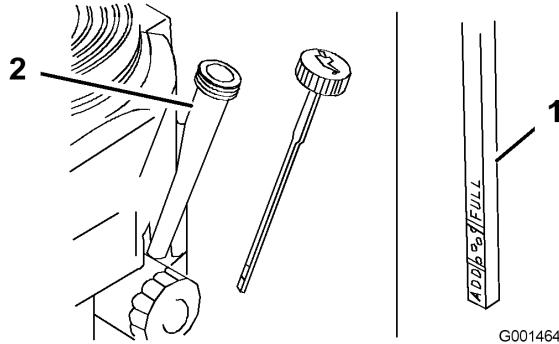

Figura 24
4. Limpie alrededor de la varilla de aceite (Figura 24) para impedir que caiga suciedad por el orificio de llenado y cause daños en el motor.
5. Desenrosque la varilla de aceite y límpie el extremo (Figura 24).
6. Deslice la varilla a fondo en el tubo de llenado, pero no la enrosque en el tubo (Figura 24).
- Vierta lentamente un 80% aproximadamente de la cantidad especificada de aceite por el tubo de llenado (Figura 24).